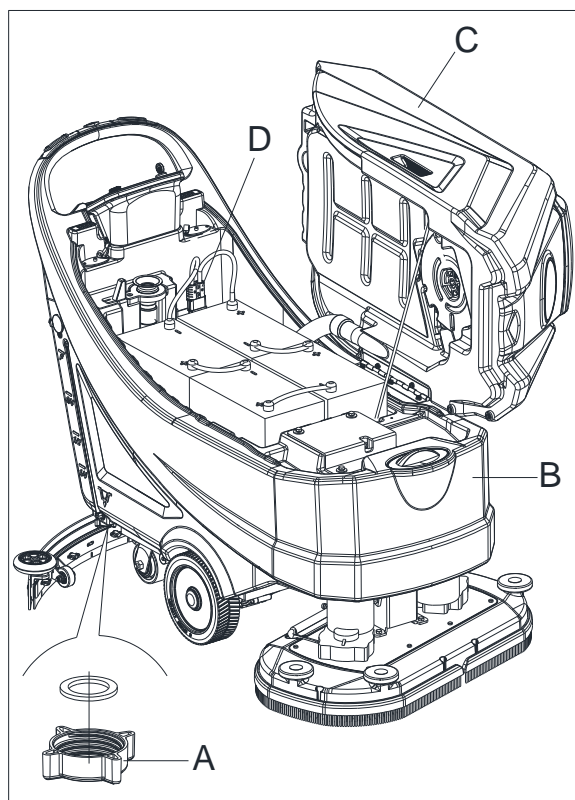

Figura 18
1. Vacíe el depósito de solución detergente con la tapa de salida (A, Figura 18). Después del uso, enjuague el depósito con agua limpia.
4. Vacíe los depósitos (B y C, Figura 18) tal y como se indica en el párrafo anterior.